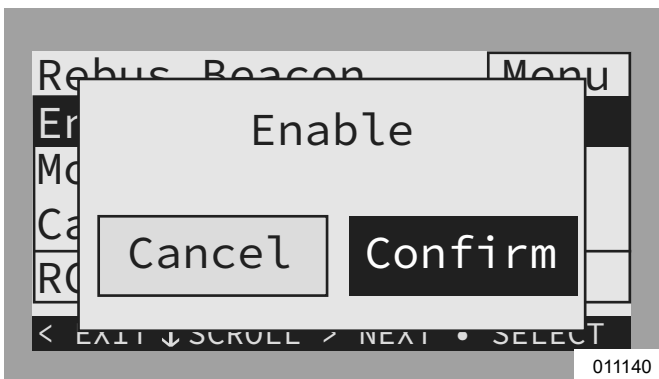

Figure 6-23. Activer l'horaire TOU (2 de 2)
3. Voir Figure 6-23. Utiliser la flèche droite pour sélectionner Confirm (Confirmer) et appuyer sur la touche centrale.